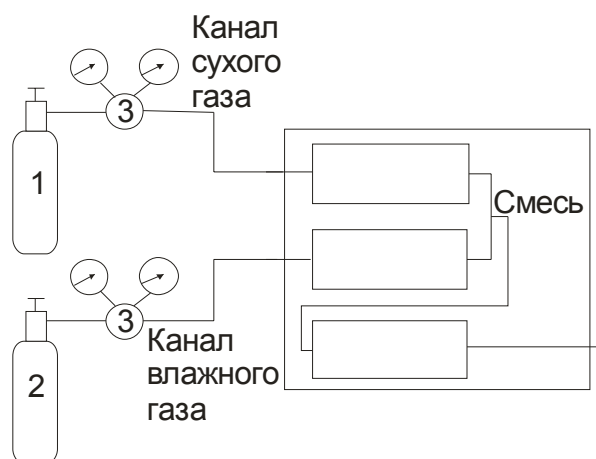

Рис.3. Схема подключения генератора ГВГ
2.3.1 Для приготовления парогазовой смеси подключить к генератору баллоны с исходными газами в соответствии с рис.3. Допускается также подключение осушенного газа от одного источника на оба входа генератора.